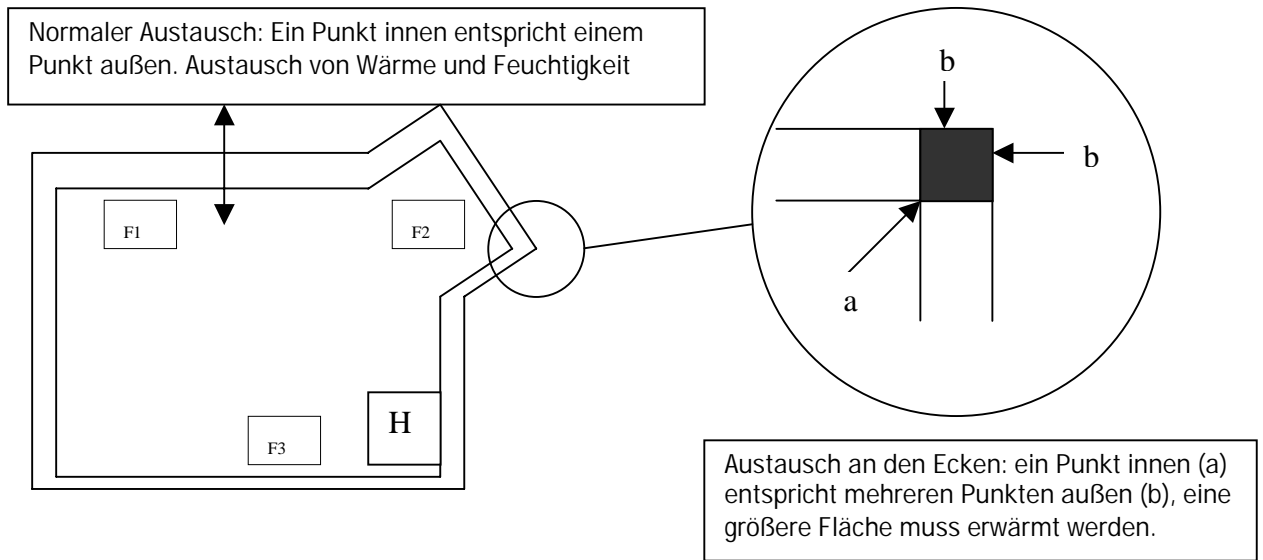

Abb.1: Gebäude mit Erker
Jedem Punkt außen an einer Außenwand entspricht ein Punkt innen an der selben Wand. Trivial! Was bedeutet das? Dieser Punkt wird im Winter von innen geheizt und heizt damit den äußeren Punkt mit, Austausch von Luft findet statt. Wie ist es aber bei Ecken? Da entspricht dem Punkt innen eine große Fläche außen (Abb. 1). Da diese Flächen von außen Kälte bringen ist dieser Punkt immer kälter als die anderen Wände. Folglich kann hier die Wand weniger Feuchtigkeit aufnehmen, es kommt schneller zur Kondensation, da der Sättigungspunkt erreicht ist. Die Feuchtigkeit ist der ideale Nährboden für Schimmel! Deshalb sind an vielen alten Gebäuden (schon bei den ollen Römern!) außen an den Ecken besonders reiche Verzierungen: Sie vergrößern die Wandstärke, der Temperaturabfall erfolgt langsamer und es kann sich nicht so leicht Schimmel bilden.
- Die Luftfeuchtigkeit kann in einem Raum stark variieren. Wie in Abbildung 1 zu sehen, kommt es darauf an, wo gemessen wird: Der Feuchtigkeitsmesser F3 wird die geringste Luftfeuchtigkeit anzeigen, da er an der Wand mit der Heizung (H) steht. In Richtung der anderen Wand wird es zu einer kontinuierlichen Wärmeabnahme und Feuchtigkeitszunahme kommen, die Unterschiede können bis zu 30% betragen. F1 wird schon eine deutlich höhere Feuchte zeigen als F3, die höchste wird von F2 angezeigt werden, der im Erker mit nur unzureichender Wärmezufuhr steht.